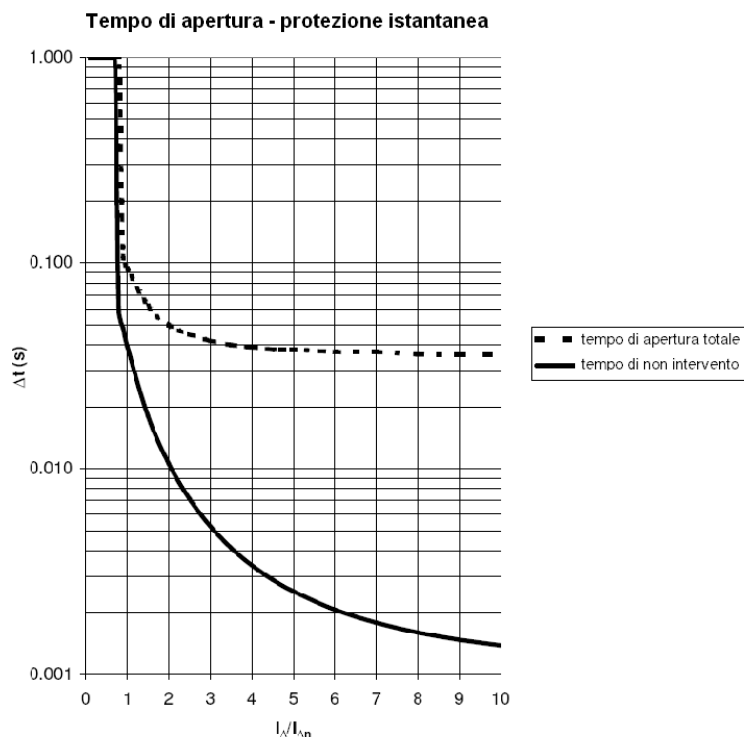
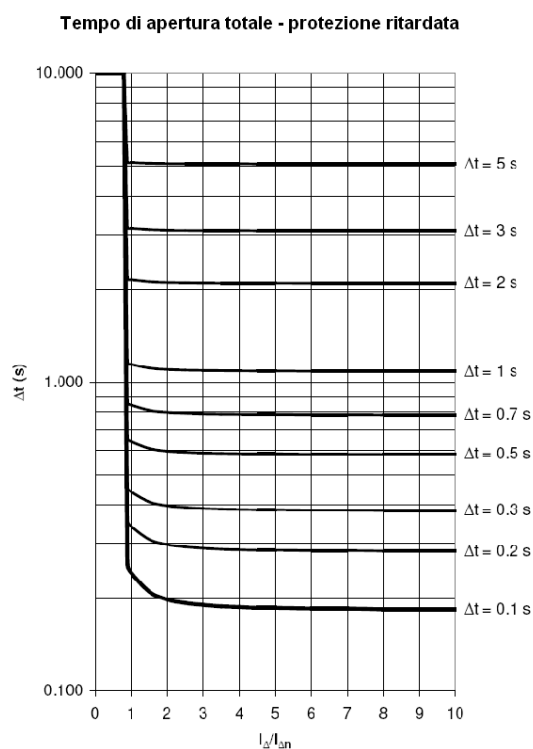

Figura 17. Curve di intervento dell'unità RCQ020 nel caso di protezione istantanea
Figura 18. Curve di intervento dell'unità RCQ020 nel caso di protezione ritardata
- selezione cronometrica e tempo totale di apertura (tempo di intervento della protezione di corrente residua più ritardo di commutazione dell'attuatore elettromeccanico), vedi Figura 17 e Figura 18
Le figure che seguono mostrano le curve di intervento per RCQ020 con intervento istantaneo oppure ritardato: in particolare, in Figura 18 sono riportati, per ciascun tempo di non intervento Δt i relativi tempi di intervento totali.